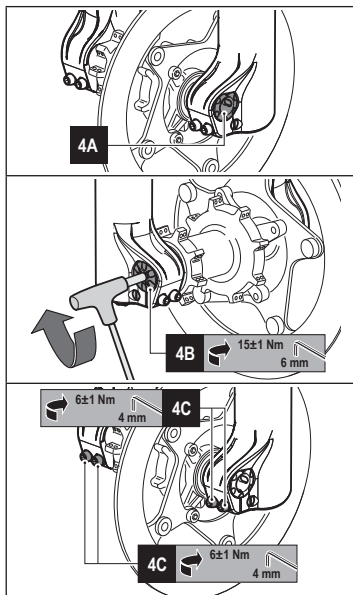

Figure 4 - Axe fixation fixe 20 mm version taperwall: montage de la roue avant
- Alignez le centre de la roue avec les deux axes de la roue (voir **4A - Figure 4**).
- Introduisez l'axe à travers le bas de fourche gauche, la roue et vissez-le dans le bas de fourche droit (voir **4A - Figure 4**).
- Serrez l'axe au couple prévu (**15±1 Nm**) en agissant sur le bouchon correspondant (voir **4B - Figure 4**) avec une clé Allen de 6 mm.
- Serrez les vis situées sur les deux bas de fourche au couple prévu (**6±1 Nm**) selon la séquence « 1-2-1 » avec une clé Allen de 4 mm (voir **4C - Figure 4**).